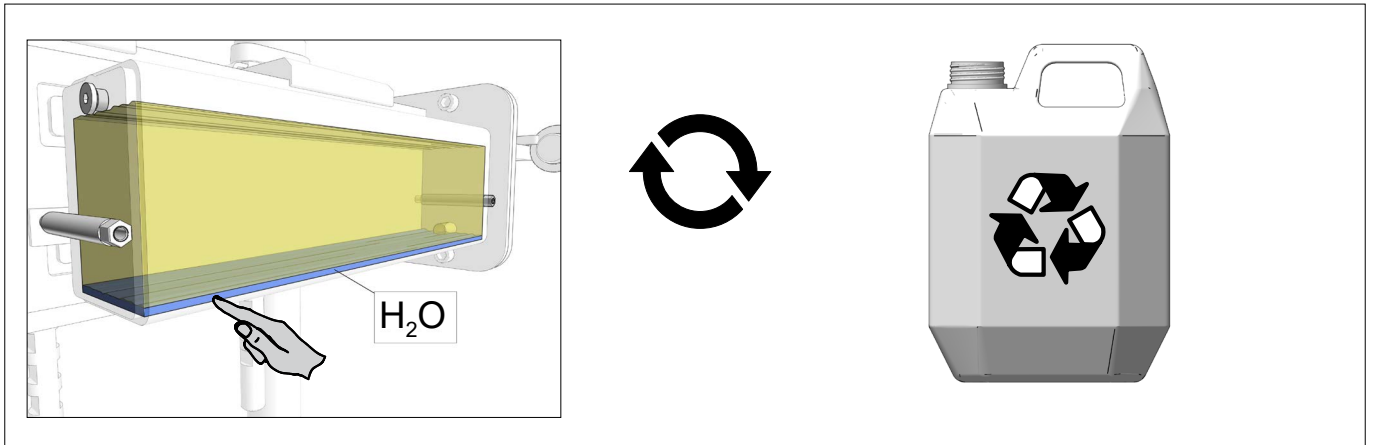

Fig.49
- Vand i olien (Fig. 49)
- Presence of water in the reservoir (Fig. 49)
- Wasser im Ölbehälter (Fig. 49)
- Présence d'eau dans un réservoir d'huile (Fig. 49).
- Vatten närvaro i oljetank (Fig. 49)
- Veden läsnäolo öljysäiliössä (Fig. 49)
- Wateraanwezigheid in olietank (Fig.49).
- Presencia de agua en el tanque de aceite (Fig.49).
- Наличие воды в масляном баке (Fig.49).
- Presenza d'acqua nel serbatoio dell'olio (Fig.49).